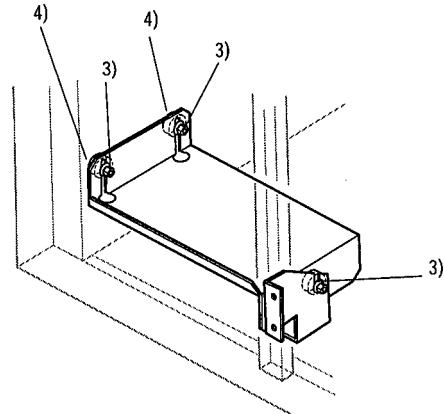

Fig. 11
2. Ta bort drivremmen från motorskivan och lyft ur motor och motorhylla efter att de skruvar som håller motorhyllan har skruvats ur, se fig. 11. Demontera därefter vibrationsdämparen (4).